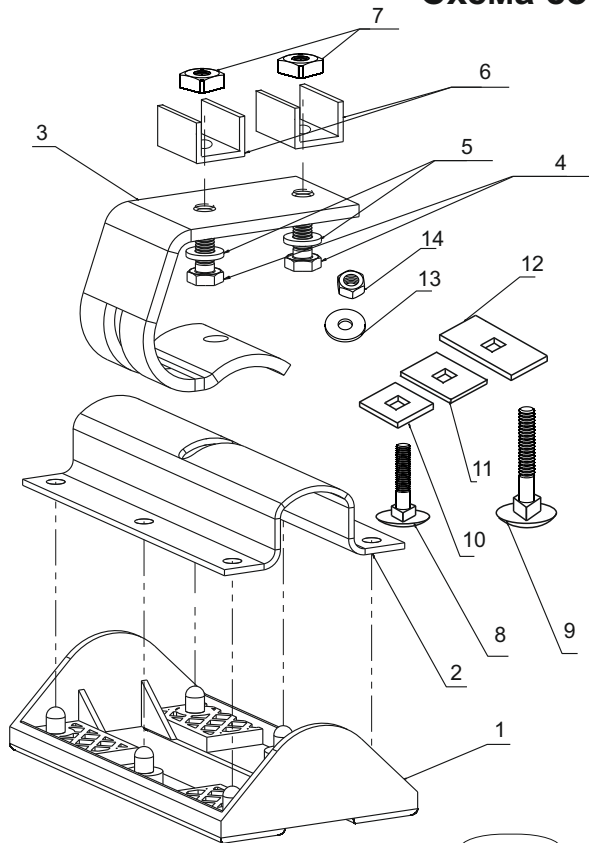

рис.1
1. Соберите опоры багажника, как показано на [рис. 1], для чего: